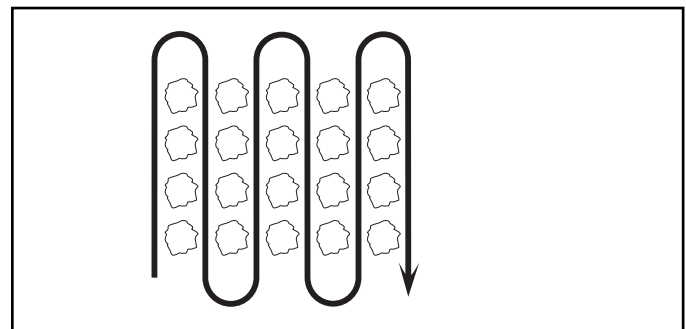

FIG. 10
- Cultive hacia arriba y hacia abajo las filas a una velocidad que le permita a los brazos sacar las raíces de la mala hierba y dejar el suelo en condiciones ásperas, para impedir el desarrollo de la mala hierba y el césped (Vea la Fig. 10).